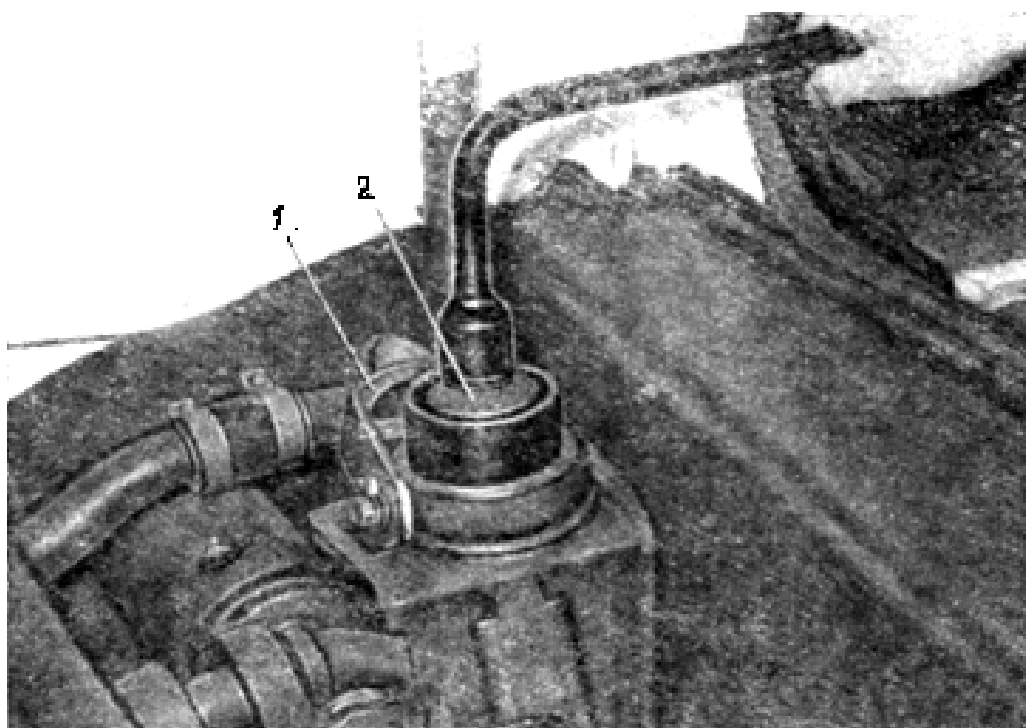

Рис. 35. Регулировка натяжения гусеницы транспортера-тягача МТ-ЛБ (МТ-Л):
4. Если гусеница натянута недостаточно, следует открыть люк на кормовом листе, снять стопор 1 (рис. 35) натяжного винта 2 и ключом вращать винт 2 по ходу часовой стрелки до нормального натяжения гусеницы. Для ослабления натяжения вращать винт 2 в противоположную сторону.